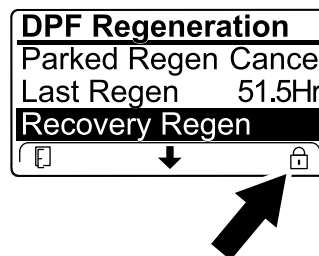

Figure 51
- Si le calculateur moteur n'a pas demandé de régénération d'urgence et que vous naviguez jusqu'à l'option RECOVERY REGEN, la régénération d'urgence se bloque et l'icône de blocage (Figure 51) apparaît en bas à droite de l'InfoCenter.